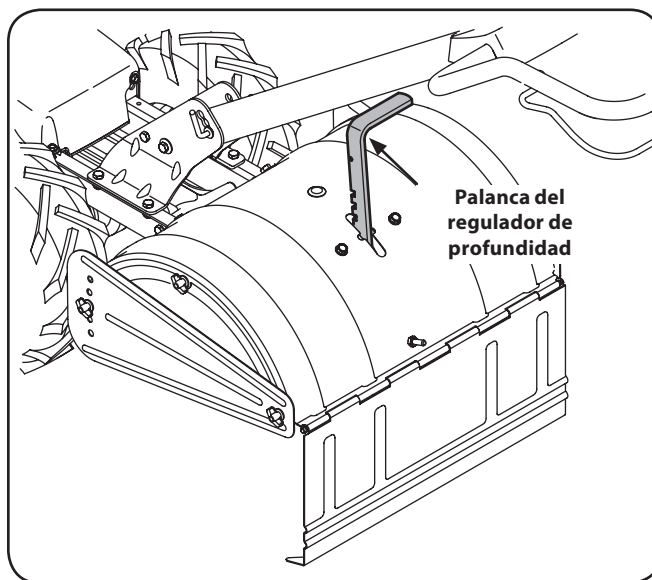

Figura 3-5
- Con la cultivadora sobre suelo nivelado, tire de la palanca del regulador de profundidad hacia atrás y luego completamente hacia arriba hasta que quede enganchada la ranura de la posición más baja de la palanca. Consulte la Figura 3-5.